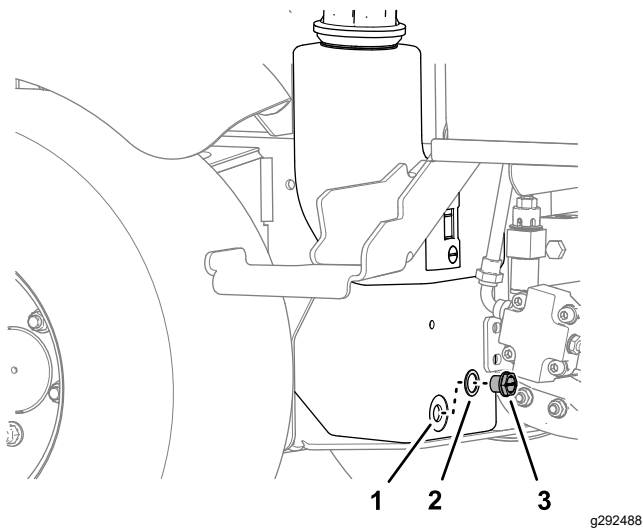

Bild 70
- Legen Sie eine Ablaufwanne unter den Hydraulikölbehälter, entfernen Sie die Ablassen des Hydraulikölbehälters und lassen Sie das Hydrauliköl vollständig ablaufen (Bild 70).